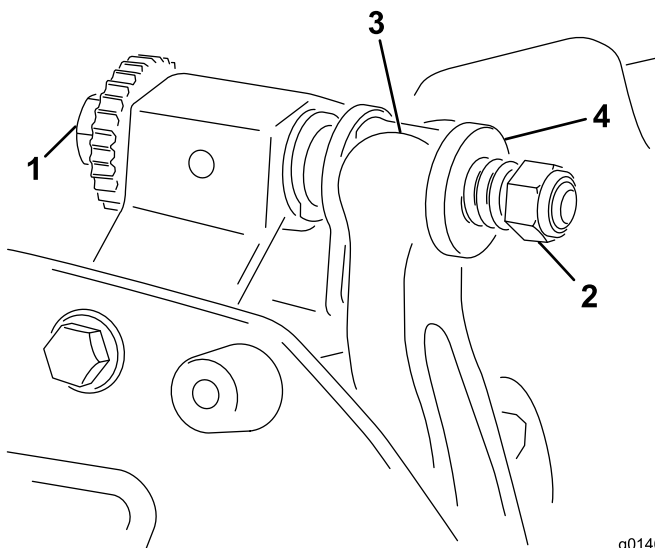

Bild 19
1. Drehen Sie die Einstellschraube des Untermesserträgers nach links, um den Abstand zwischen dem Untermesser und der Spindel zu vergrößern (Bild 19).
2. Drehen Sie die Federspannungsmutter so weit hinaus, bis die Scheibe nicht mehr gegen den Untermesserträger angespannt ist (Bild 19).
1. Montieren Sie die Untermesserträger/Untermesser-Baugruppe. Positionieren Sie die Befestigungslaschen zwischen den Scheiben und der Untermesserträger-Stellschraube (Bild 19).